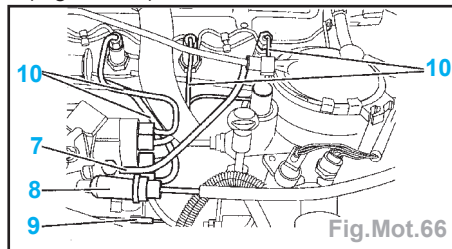

Fig.Mot.66
- le cache-style (1),
- le répartiteur d'air (2),
- le tuyau (3) de vanne EGR.
- les tuyaux de carburant (4),
- le tuyau de dégazage (5),
- le boîtier électronique (6).
- Débrancher et écarter le tuyau (7) (Fig.Mot.66).